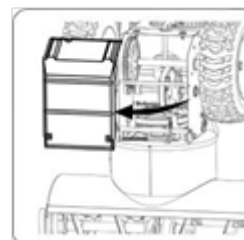

Bild 22
2. Vänd försiktigt snöslungan uppåt och framåt så att den vilar på de roterande bladens hölje. Ta loss stomskyddet från botten av snöslungan genom att ta bort de fyra självgående skruvarna som håller det på plats. Se bild 22.